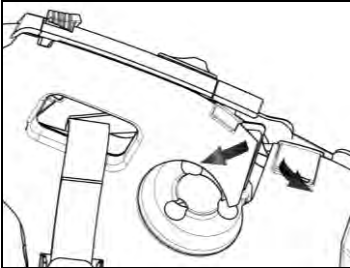

Abb. 16
- Entfernen Sie den Plastiküberzug des Wangenteils (Abb. 16).